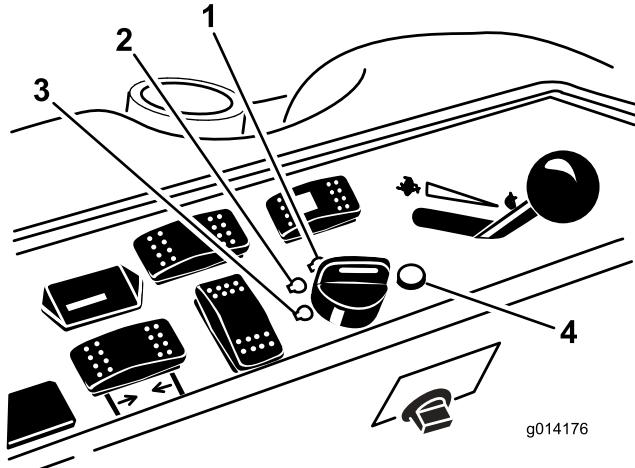

Figura 10
- Gire la llave de contacto a la posición Marcha (Figura 10).
3. Gire la llave de contacto a la posición de Desconectado (Figura 10). Espere a que se detengan todas las piezas en movimiento antes de abandonar el puesto del operador.